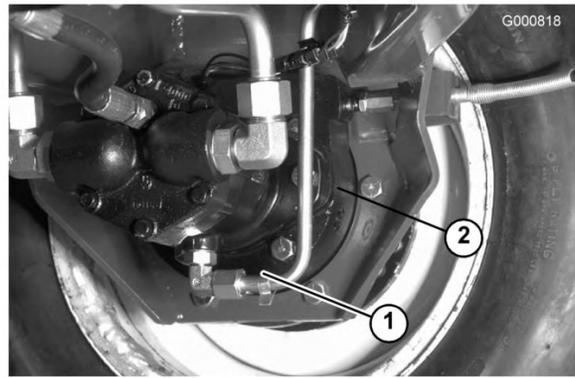

Bild 66
2. Entfernen Sie die Schraube (Bild 65) vom Planetengetriebe und die Prüfschraube an der Rückseite der Bremse (Bild 66).